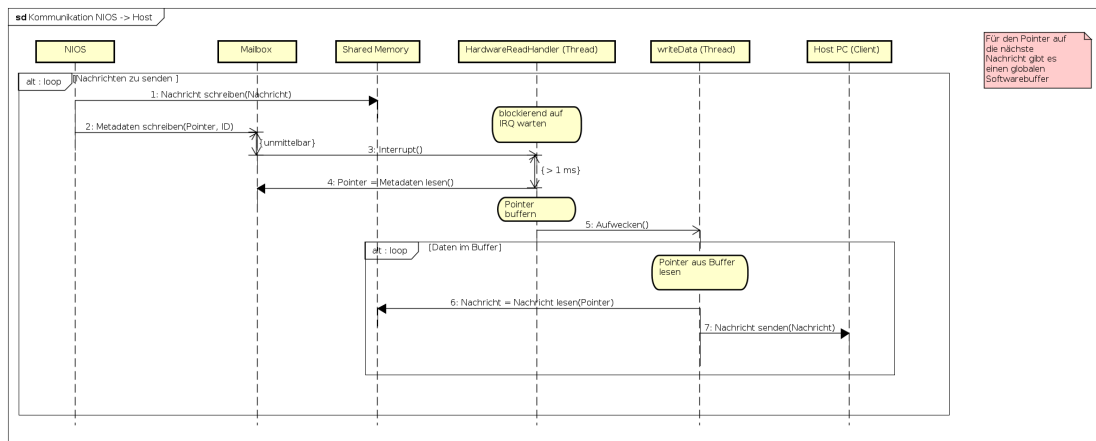

Abbildung 3.4.: Kommunikationsablauf zwischen NIOS und Host PC
- writeData - Dieser Task wird durch den HardwareReadHandler Thread bei einer gültigen Nachricht in einem Buffer aufgeweckt. Anschließend sendet der Thread die Nachricht über die Socketverbindung an den Client und blockiert abermals bis eine Nachricht eingeht. Abbildung 3.4 verdeutlicht den Nachrichtaustausch mit der Kommunikationsrichtung NIOS2 → Host PC.